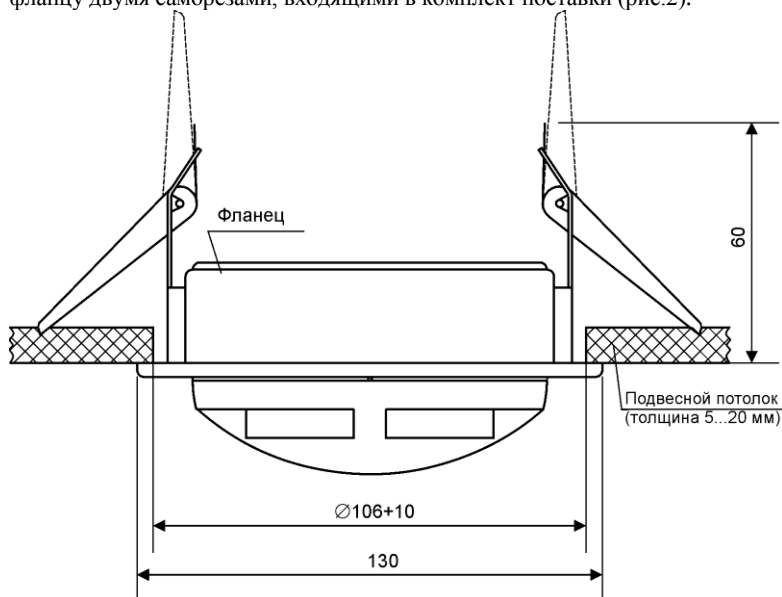

Рисунок 1. Установка извещателя с помощью «МК-2»
1.2 «МК-2» фиксирует извещатель с фланцем в подвесном потолке с помощью пружинных скоб (рис. 1). Розетка извещателя крепится к фланцу двумя саморезами, входящими в комплект поставки (рис.2).